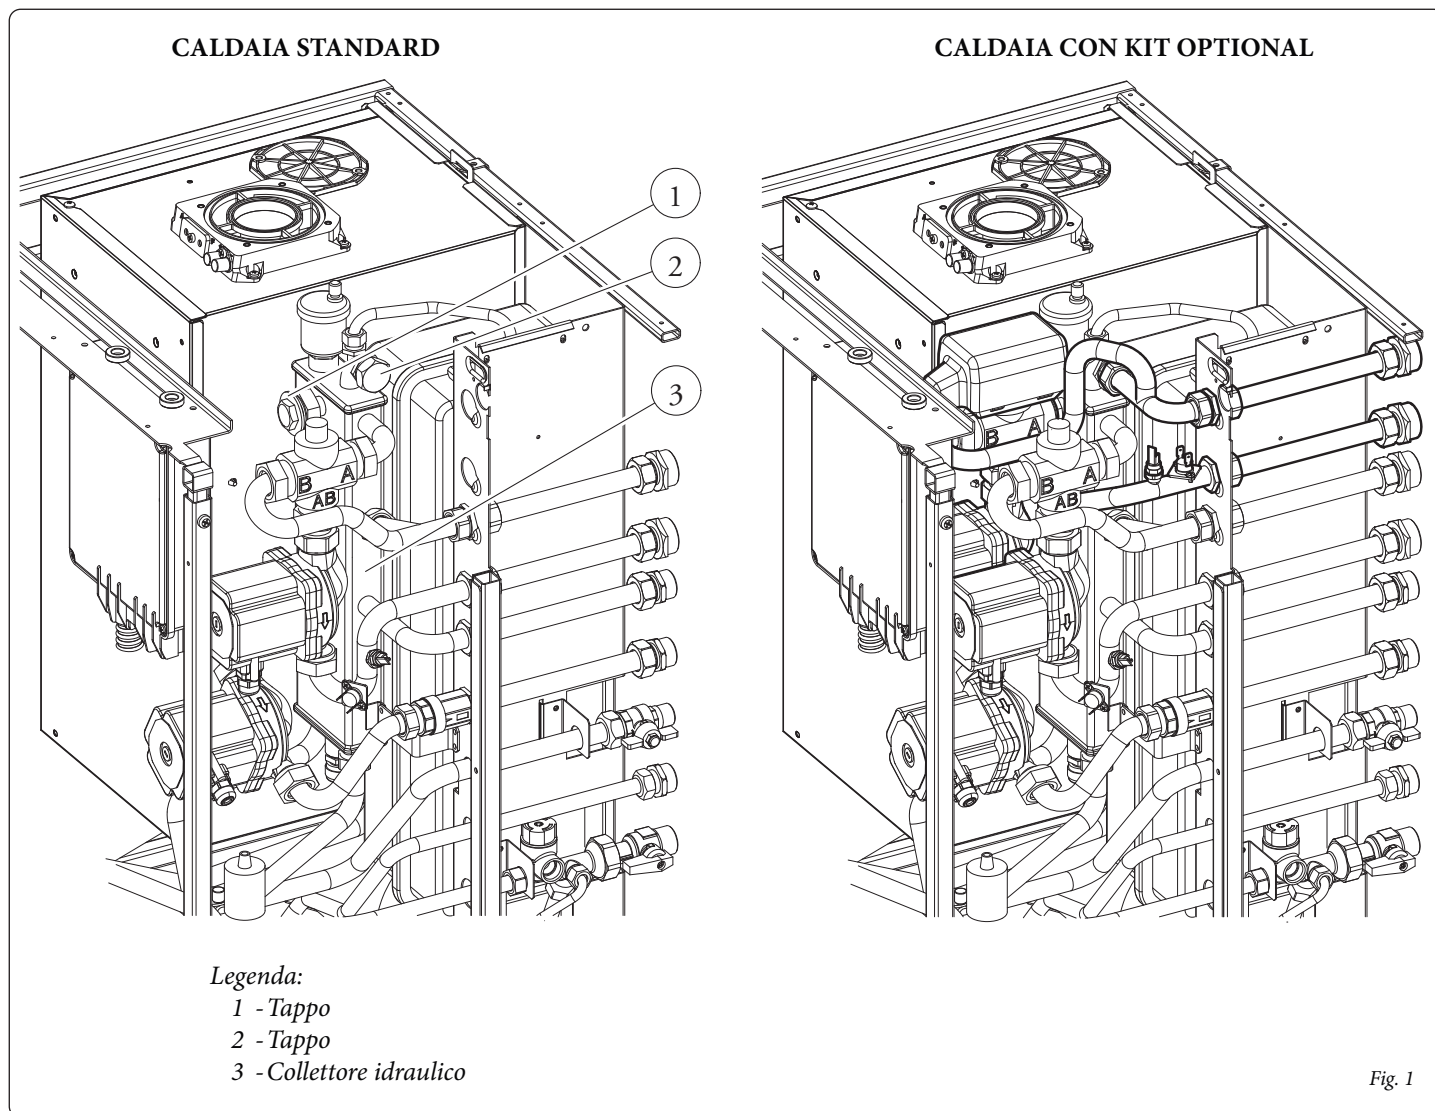

Fig. 1
- Smontare i due tappi (Part. 1 ÷ 2 Fig. 1) sul collettore idraulico (3).